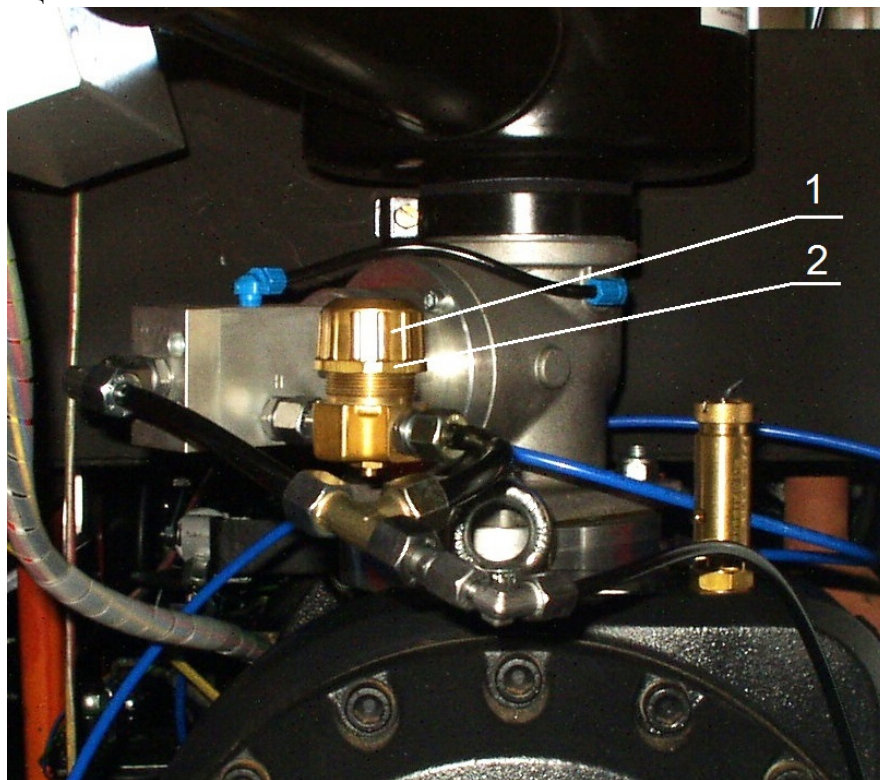

Рисунок 9
- расконтрогаить гайку регулировочной рукоятки 2 (рис.9);